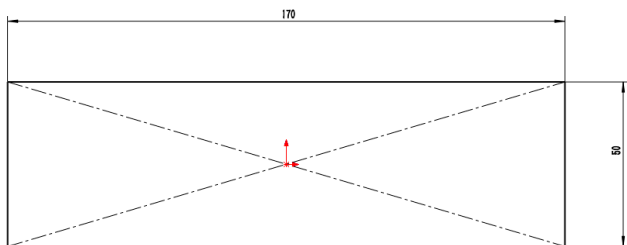

图 14-36 绘制矩形草图对象
(1) 单击常用工具栏中的【新建】按钮，新建一个空白模型文件，更改绘图区背景颜色。
(2) 在【草图】选项卡中，单击【草图绘制】按钮，选取前视基准面为草图绘制基准面，单击【矩形】按钮，绘制矩形草图，如图 14-36 所示。